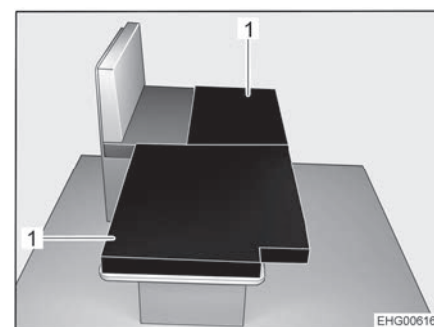

Fig. 55 Dopo la trasformazione
- Posizionare i due cuscini aggiuntivi (Fig. 55,1) sul tavolo ribassato, come illustrato.